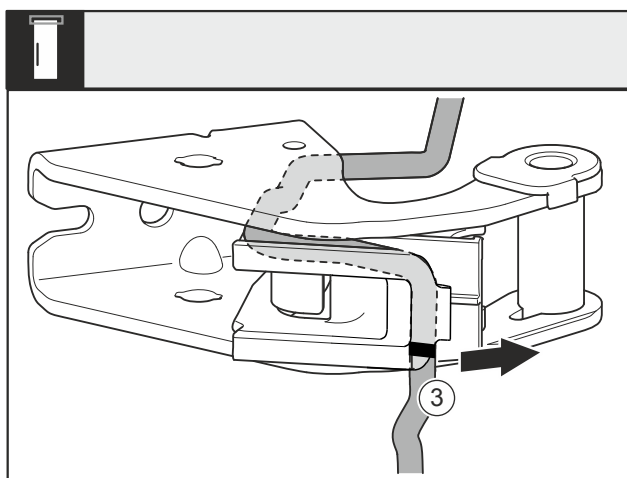

Fig. 27
- Szerelje le a kábelt a tartójával együtt Fig. 27 (3) a csapágybakról.